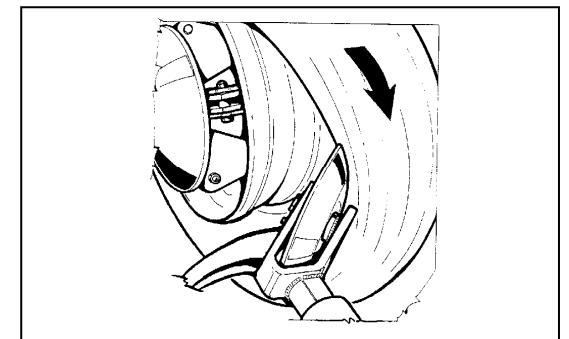

Fig.31
5. Demount the inner bead with the bead breaker disc, as described in @5.2.7. (Fig.31).
5. *Démonter le talon intérieur à l'aide du disque détalonneur, suivant la description du @5.2.7 (Fig.31).*
5. Den inneren Wulst mit der Abdrück-scheibe demontieren wie unter @5.2.7 beschrieben (Abb.31).